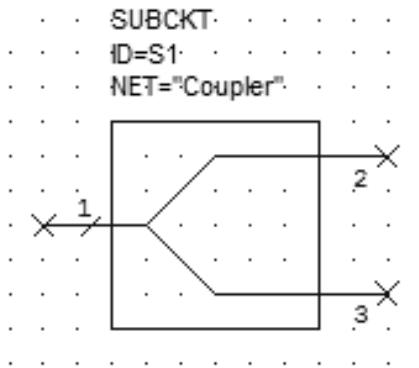

Рис. 1.2
3.7. Создайте схему с именем **DIVIDER**. В окне просмотра элементов раскройте группу **Subcircuits** и перетащите в окно схемы подсхему **Coupler**. Дважды щелкните по элементу подсхемы, и в окне свойств откройте вкладку **Symdol**. В списке символов найдите и отметьте символ **SPLIT2@system.syf** и нажмите **OK**. Элемент подсхемы **Coupler** будет выглядеть, как показано на рис. 1.2.